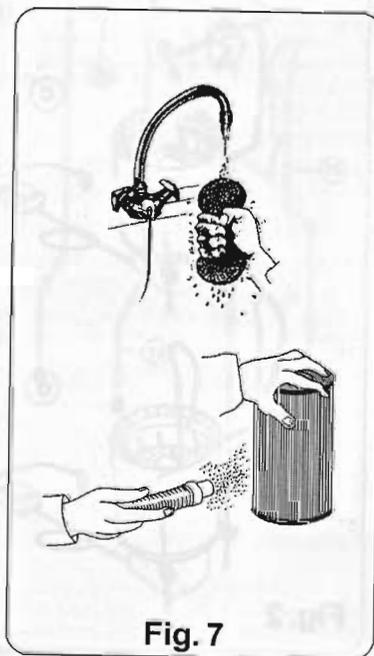

Fig. 7
- Die Schwämme oder den Einsatz mit einem Gartenschlauch leicht spülen bis sie sauber sind (Abb.7)